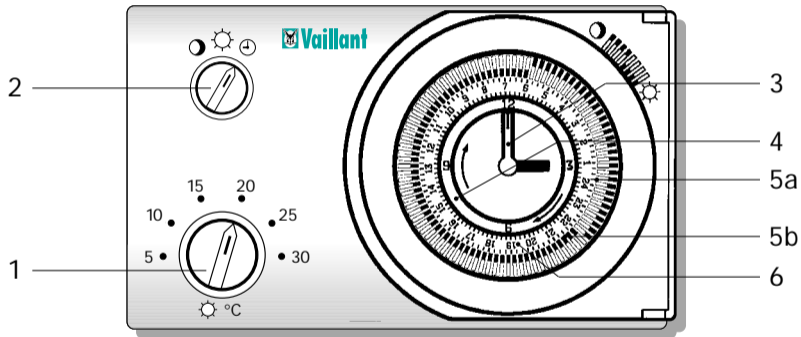

Fig. 1:
int Fig. 1
z. B. Fig. 1 (4) „15“ Uhr.
Mit dem Betriebsartenschalter Fig. 1 (2) können Sie die Betriebsweise Ihrer Heizungsanlage Ihren persönlichen Bedürfnissen anpassen.
Am Tag-Temperaturwähler Fig. 1 (1) stellen Sie die Raumtemperatur nur so hoch ein, daß es für Ihr Behaglichkeitsempfinden gerade ausreicht. Jedes Grad mehr ergibt einen unnötigen Mehrverbrauch an Heizenergie von etwa 6%.